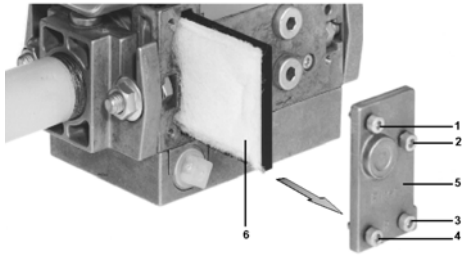

Fig. 28
- 2 Îndepărtați suruburile 1 + 4 utilizând o cheie Allen n. 3 (imbus) și îndepărtați capacul filtrului 5 ca în Fig. 28 ;